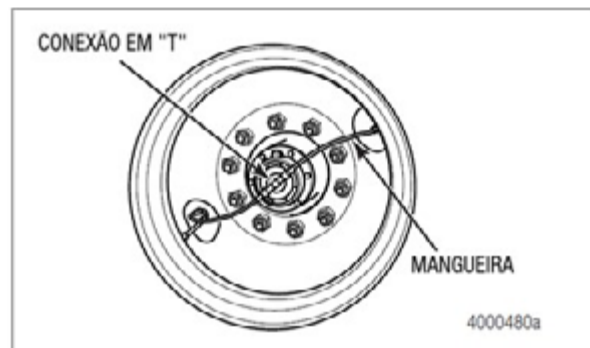

Figura 3.27
9. Verifique os componentes das rodas, para assegurar que as mangueiras do sistema de inflação dos pneus não entrem em contato com as rodas. Figura 3.27.